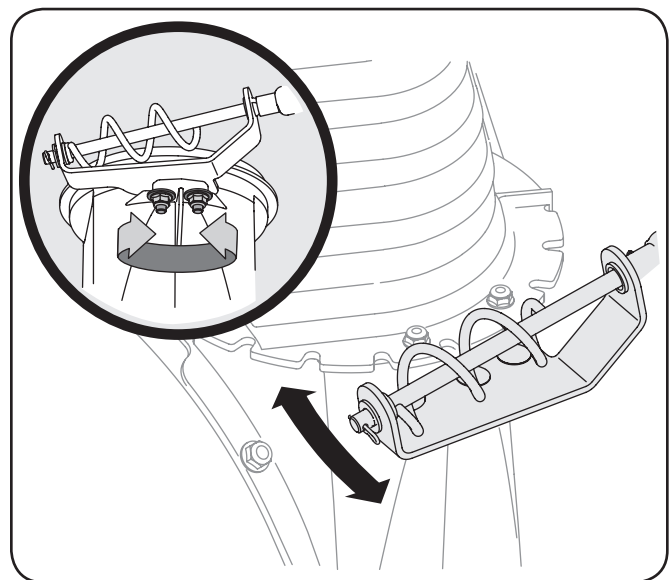

Figura 6-5
1. Afloje las dos tuercas que sujetan el soporte del canal y cambie su posición ligeramente. Vea la Figura 6-5.